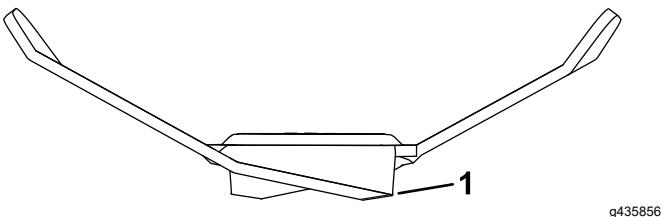

Figura 89
2. Ispécione as extremidades de corte (Figura 88 e Figura 89).
1. Utilize uma lima ou ferramenta de afiar para afiar a aresta de corte em ambas as extremidades da lâmina (Figura 89).